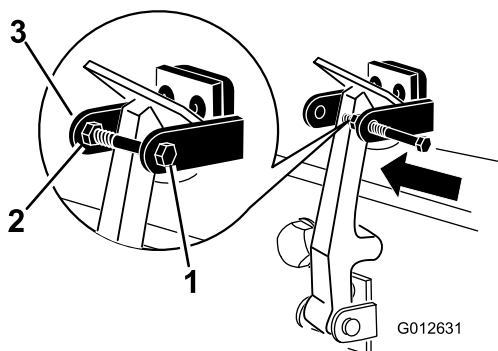

图 6
8. 将螺栓拧入机罩门锁支架的另一个臂直至将门锁锁定到位 (图 6)。